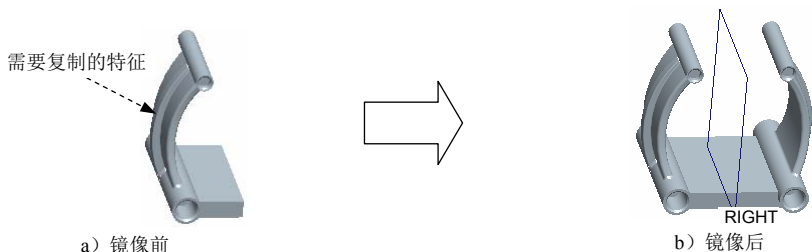

图 5.38.116 镜像 4
Step18. 创建图 5.38.116 所示的镜像特征 4。在图形区中选取图 5.38.116a 所示的镜像特征。选取 RIGHT 基准平面为镜像平面，单击  按钮，完成镜像特征 4 的创作。